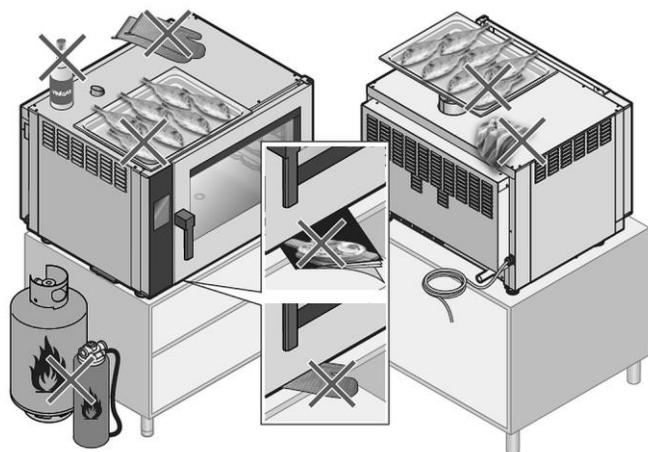

Fig. 17
- Mai appoggiare sull'apparecchio, anche se è spento, alcun tipo di contenitore GN / teglie da forno, contenitore per la cottura al forno caldo/freddo, né altri oggetti (fig. 17).